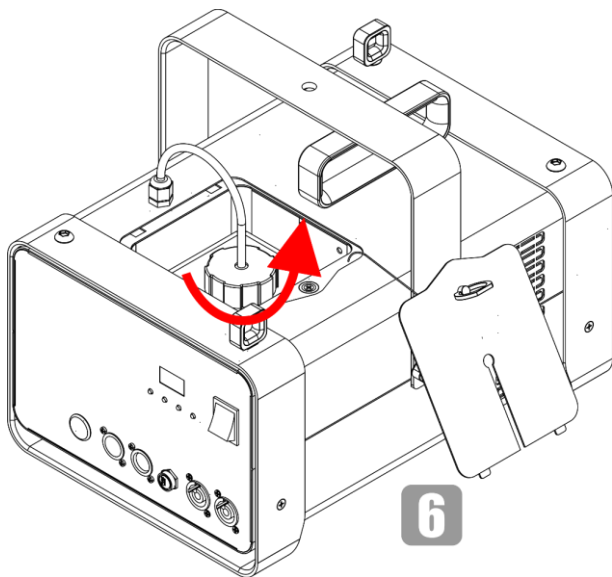

Abb. 13
- 06) Lösen Sie den Deckel des Flüssigkeitsbehälters (Abb. 13).